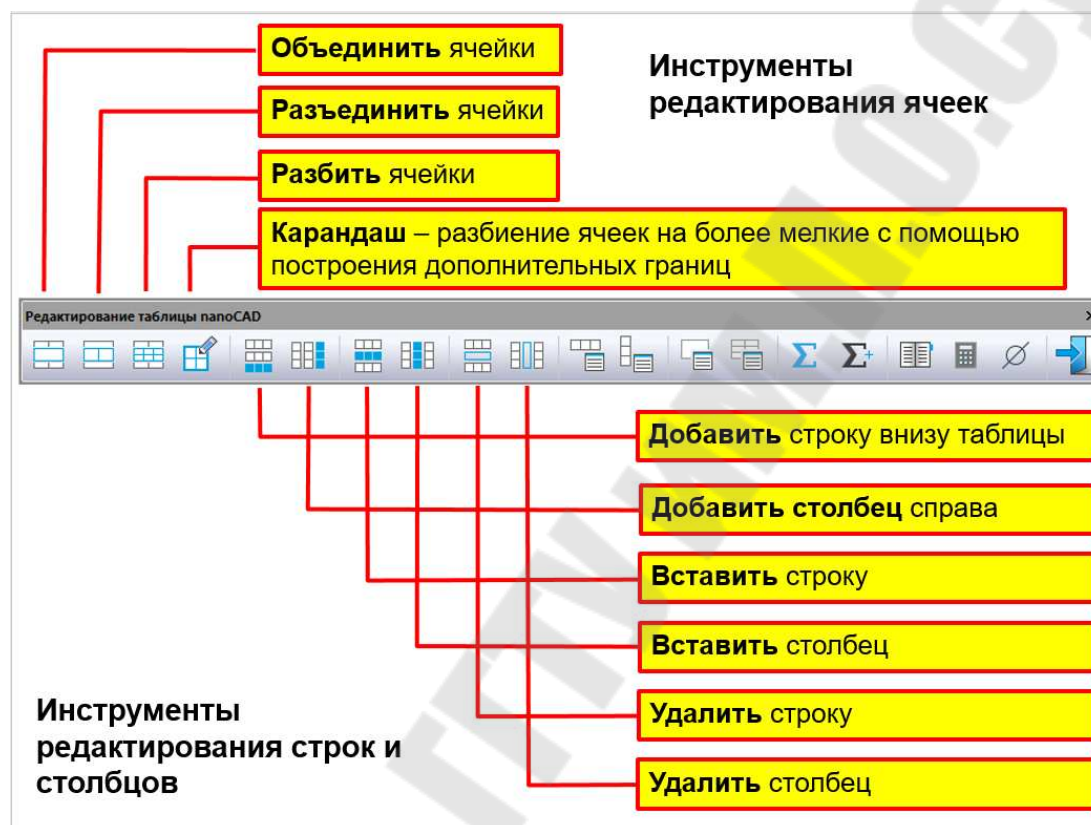

Рис. 3.272 Инструменты редактирования ячеек, строк и столбцов таблицы
- редактирования ячеек, строк и столбцов (рисунок 3.272);